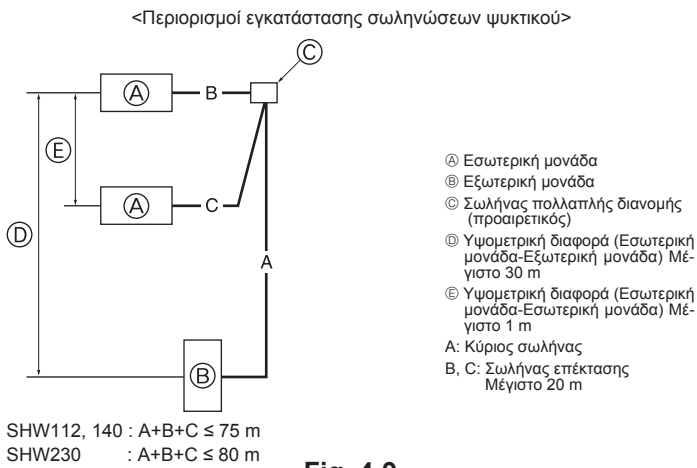

Fig. 4-9
4.7. Για διπλή/τριπλή/τετραπλή εγκατάσταση (Fig. 4-9) (μόνο για κλιματιστικά)